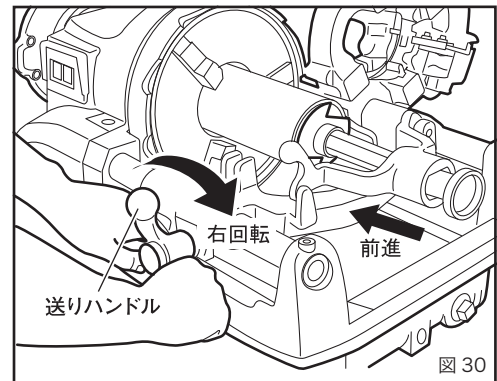

図 30
- ④スイッチを入れてパイプを回転させてから、送りハンドルでリーマをパイプに押しつけ、パイプが1回転以上したらリーマをパイプからはなしてください。これで面取りは完了です。(図 30)